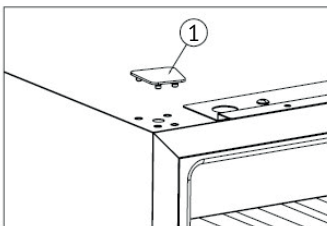

Bild 3
➔ Stecker ① entfernen (Bild 3).